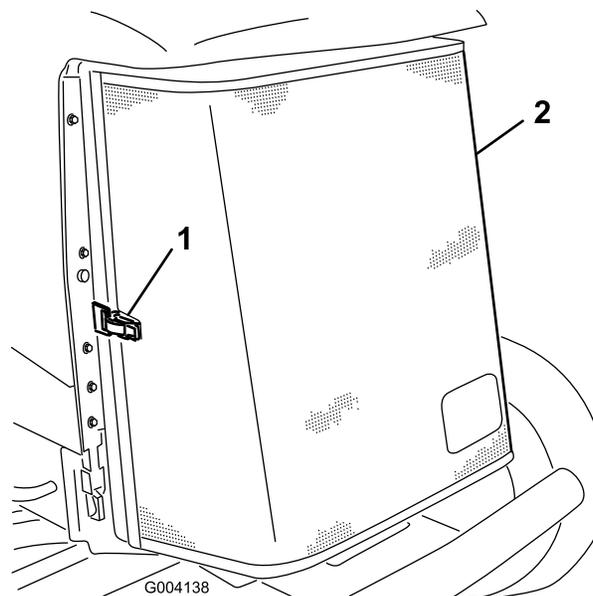

Рисунок 142
3. Откройте защелку и откиньте заднюю решетку (Рисунок 142).